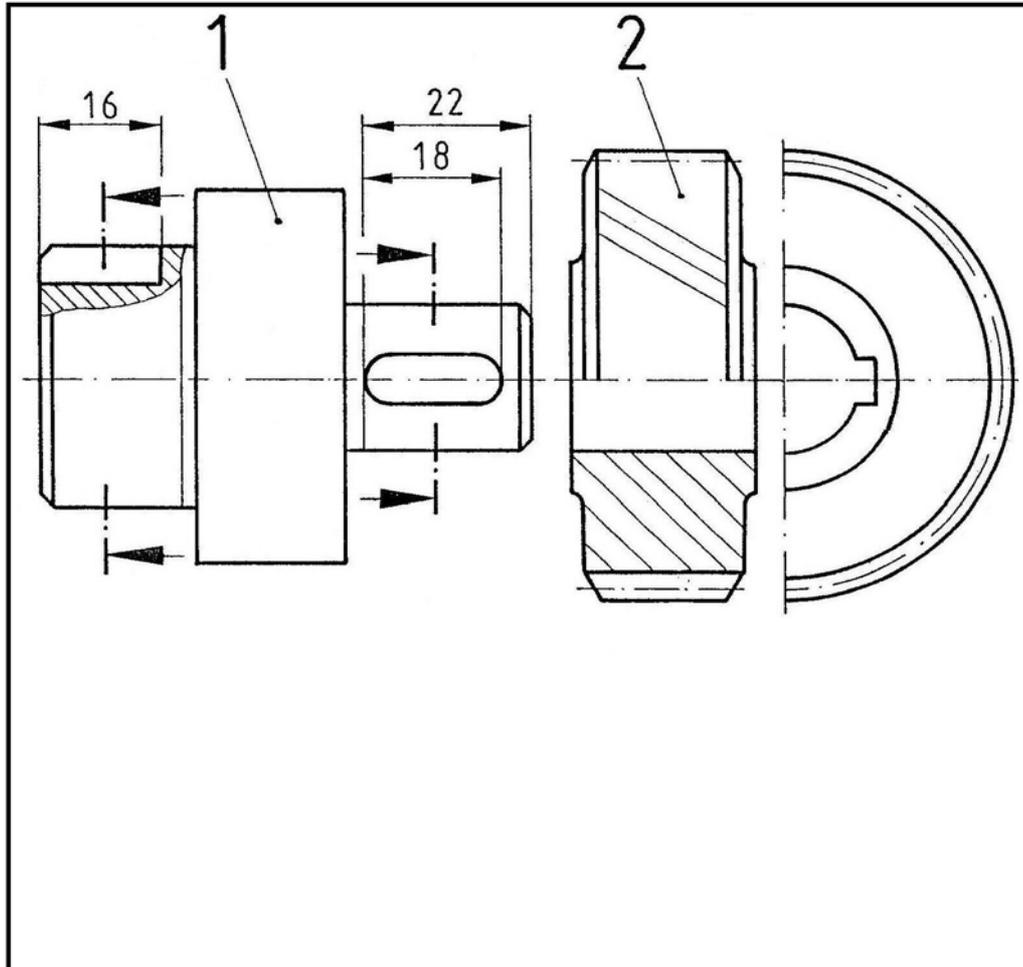
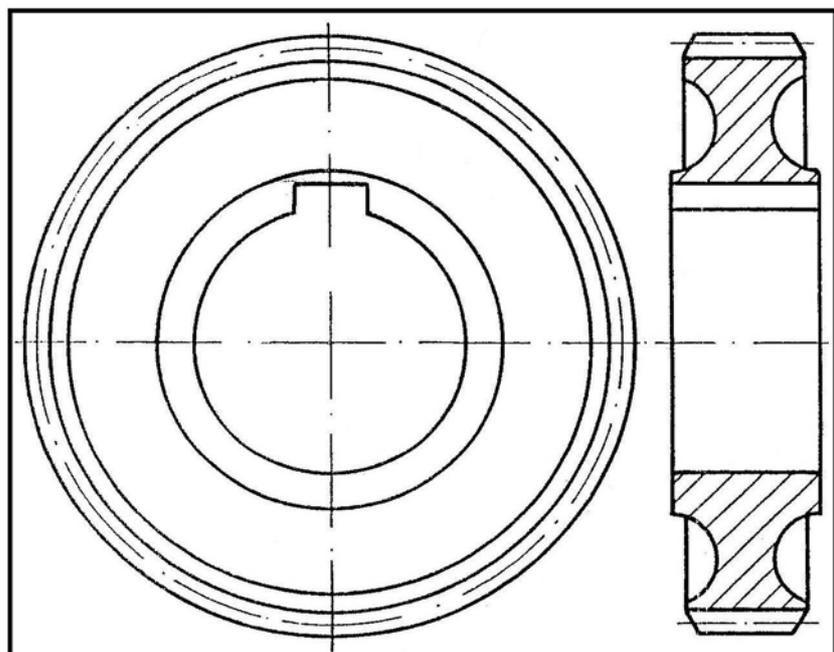

Abb.7: Welle und Zahnrad
Abb.8: Zahnrad
- 31) Die Welle (Abb.7) soll durch Passfedern mit zwei Zahnrädern (Pos.2 und Abb.8) verbunden werden. Für beide wird ein fester Passsitz gefordert. Ergänze die Zeichnung und bemaße die Wellennuten und die Durchmesser der Wellen und Bohrungen (mit Passmaßen) (Abb.7 und 8)